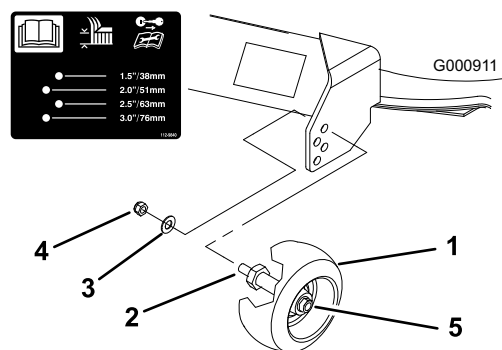

Figure 14
- A. Lorsque la hauteur de coupe est réglée, enlevez l'écrou et la rondelle tout en maintenant le goujon avec une clé (Figure 14).
Remarque: N'enlevez pas l'écrou et la rondelle de la roue (Figure 14).
B. Choisissez le trou qui convient pour que la roue de jauge se trouve le plus près possible de la hauteur de coupe correspondante voulue (Figure 14).
3. Remettez l'écrou et la rondelle sur le goujon (Figure 14).